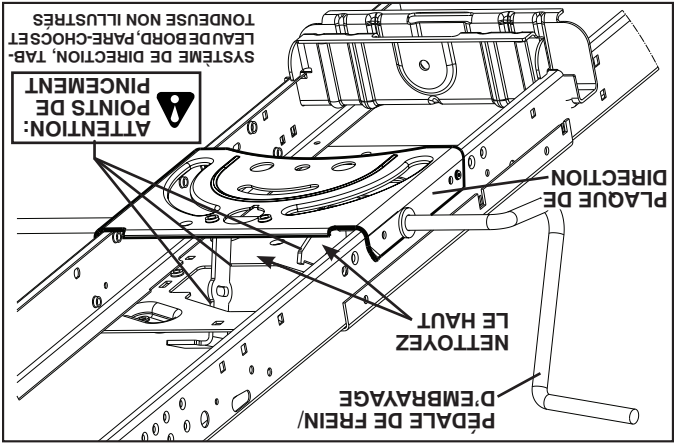

Fig. 18
**ATTENTION : Évitez les points de pincement et les pièces mobiles.**(Voir la Fig. 18)